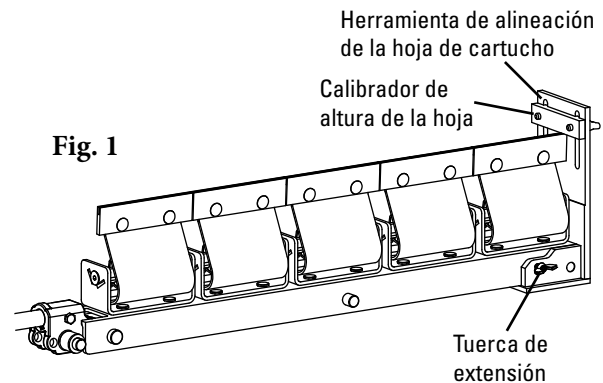

Fig. 1
1. **Libere la tensión del limpiador.** Afloje la contratuerca de tensión y la tuerca de tensión en todas las barras de ajuste hasta que las tuercas estén en las partes superiores de las barras de ajuste (Fig. 1).
3. En un cartucho, coloque la herramienta de alineación de la hoja de cartucho en el extremo con la muesca y los orificios de alineación. Con esos orificios de alineación, apriete la herramienta en el cartucho con la tuerca de extensión (Fig. 1).